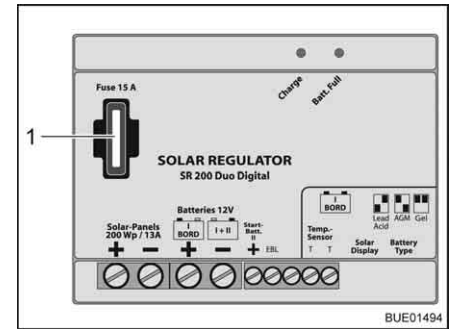

Bild 188 Sicherung Solar-Laderegler 200 W
- Flachsicherung 15 A/blau (Bild 188,1) wechseln.